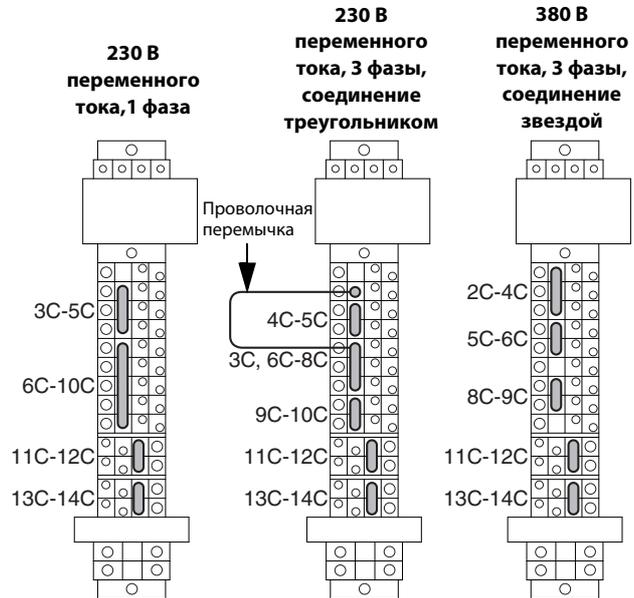

Рис. 12
4. Убедитесь в том, что перемычки клеммной колодки находятся на местах, соответствующих количеству фаз и значению напряжения, которые используются в системе. При необходимости расположите перемычки так, как показано на Рис. 12.